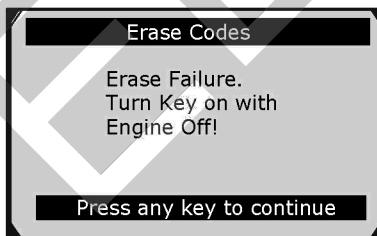

Рисунок 5-8
- Если коды не удалось удалить, на дисплее отобразится сообщение **Erase Failure. Turn Key on with Engine off! [Удаление не выполнено. Включите зажигание без запуска двигателя!]**. См. рисунок 5-8.